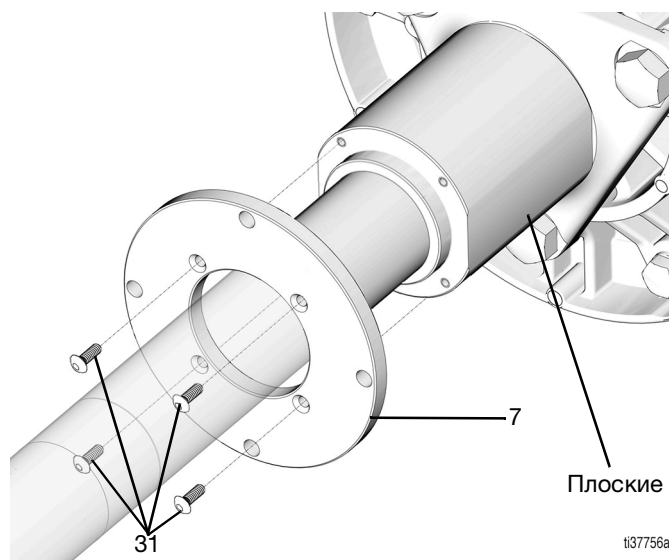

Рис. 5
7. Используя шестигранный ключ (1/8 дюйма), удалите четыре винта (31), удерживающих монтажный фланец (7) (Рис. 5).
8. Удалите монтажный фланец (7), обеспечив доступ к лыскам (Рис. 5).